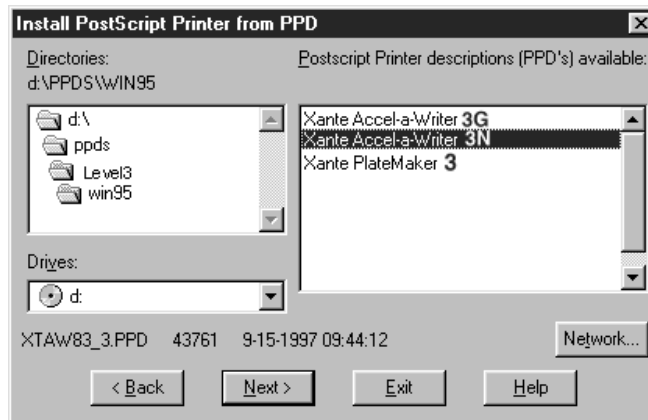

Fig. 4.10 Selezionare il PPD XANTÉ
7. Usare Browse oppure digitare il percorso della rete o il nome della coda nella finestra Network Path; poi fare clic su Next per visualizzare la finestra Install PostScript Printer from PPD (fig. 4.10). Per eventuali domande sulla rete rivolgersi al proprio amministratore di sistema.
9. Selezionare la propria stampante dall'elenco di stampanti e fare clic su Next (fig. 4.10). Andare al passaggio 10 per una stampante locale (o sui sistemi su cui gira Windows NT 4.0); andare al passaggio 11 per una stampante collegata in rete.